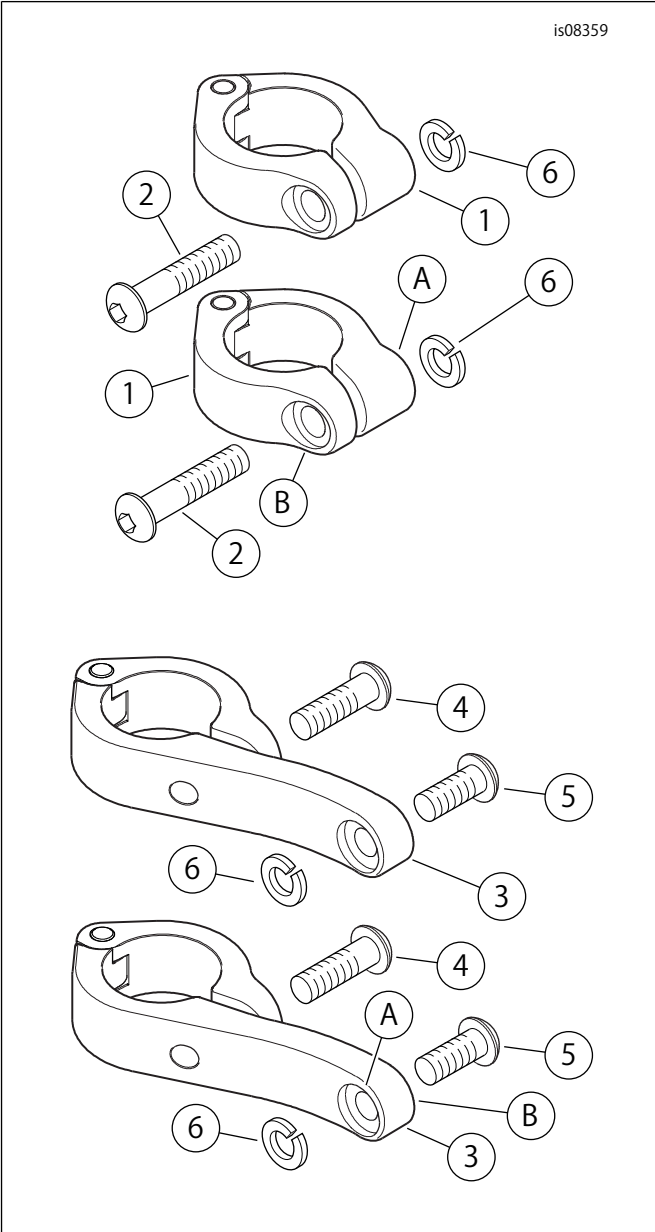

図1。交換用パーツ、LEDブレットフォグランプマウントキット
「図1」および「表1」を参照してください。
1. 「図1」を参照してください。エンジンガードクランプ(1)、スクリュー(2)およびロックワッシャー(6)を当該キットから取り出します。
1. 「図1」を参照してください。 エンジンガードクランプ (3)およびロングスクリュー(4)を当該キットから取り出します。
2. クランプを開きます。 ヒンジを後方に、また深いカウンターボア (A)を内側にして、クランプをエンジンガードの垂直のセクション周りに配置します。